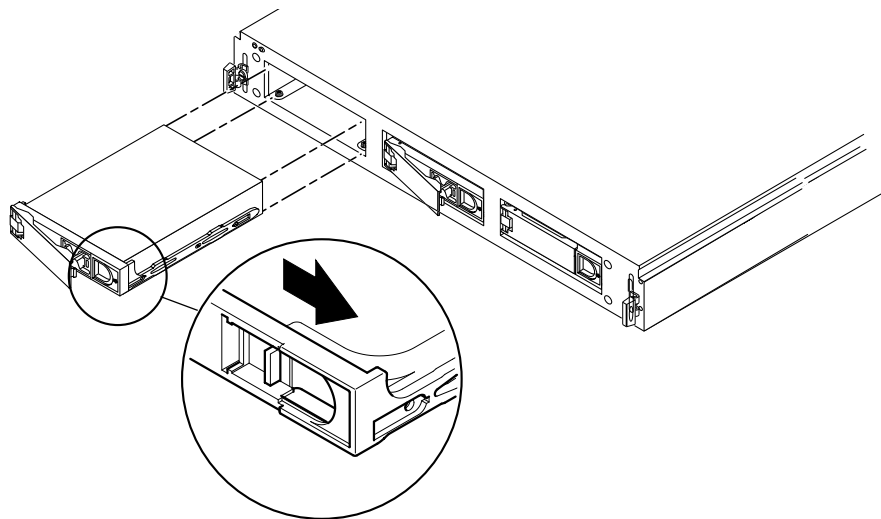

図 4-3 ディスクドライブの取り外しおよび交換
4. 図 4-3 に示す方向にラッチをスライドさせて、ドライブのロックハンドルを解除します。